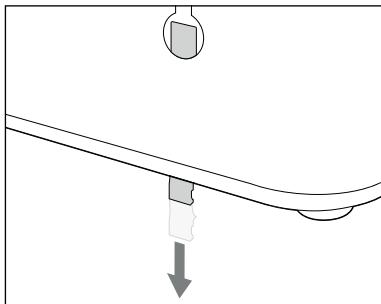

Fig. 1
3. En el orificio para colgar derecho **7** de la parte posterior del aparato, hay un pasador de fijación **8** que evita que el aparato se suelte de los tornillos **9**. Tras esto, desplace un poco hacia abajo el pasador de fijación **8** para que salga del orificio para colgar **7** (consulte la fig. 1).